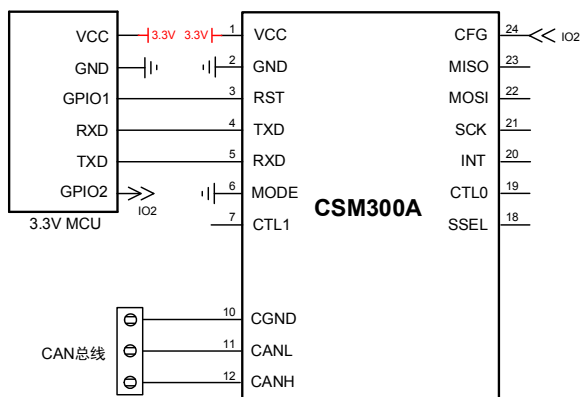
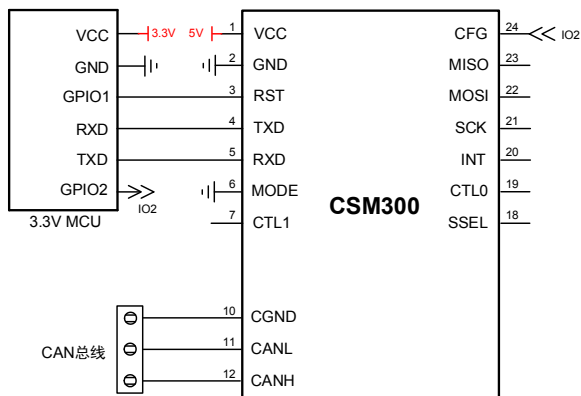

图 8 UART 转 CAN 参考电路 (CSM300A)
图 9 UART 转 CAN 参考电路 (CSM300)
使用 UART 转 CAN 功能时，需要将 MODE 引脚接至低电平。MCU 的 UART 与 CSM300(A) 的 UART 接口连接，同时一个 GPIO 与 RST 引脚连接。若需要通过 MCU 对 CSM300(A) 进行配置，则需要额外 GPIO 的与 CFG 引脚连接。图 8、图 9 分别是 CSM300A、CSM300 的参考电路。